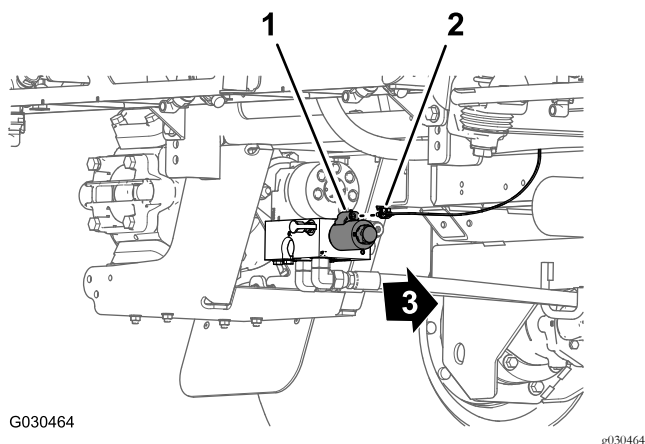

Figura 116
1. Nella parte posteriore della macchina, all'interno della pompa dell'irroratrice, collegate il connettore a 2 prese della diramazione da 86 cm (34 poll.) del cablaggio preassemblato posteriore al connettore a 2 pin del relè della pompa (Figura 116).